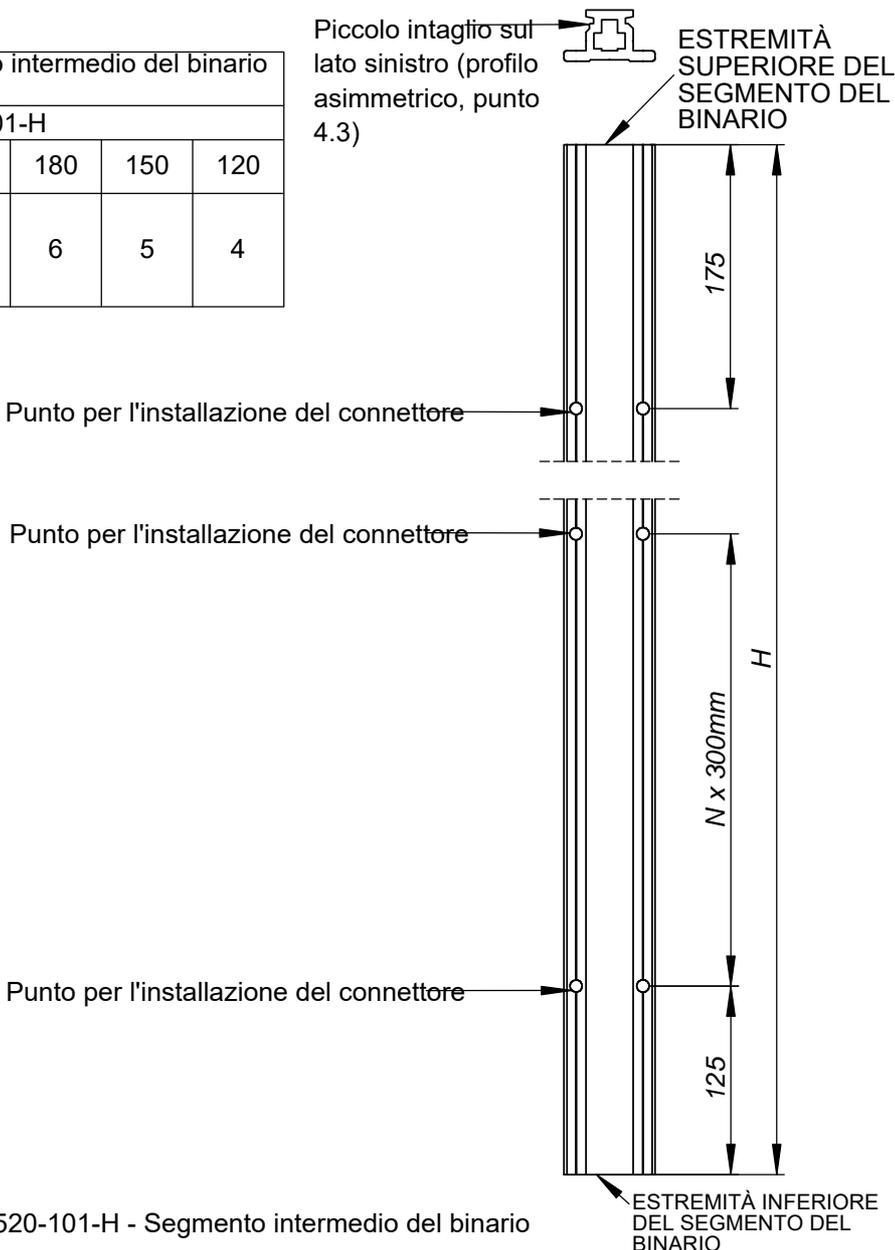

Fig. 10.1.1 AC520-101-H - Segmento intermedio del binario
10.1.1. C520-101 - SEGMENTO INTERMEDIO DEL BINARIO (Fig. 10.1.1)